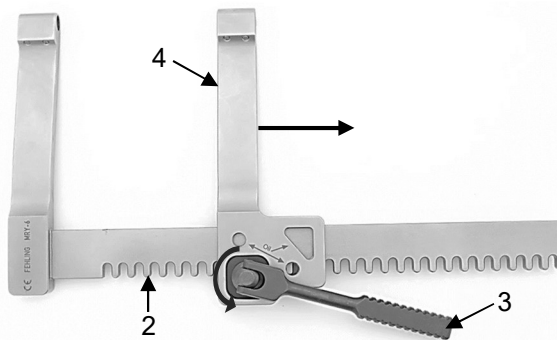

Fig. 18
Tourner le levier d'entraînement (3) dans le sens anti-horaire pour déplacer le bras écarteur mobile (4) sur la crémaillère (2) vers l'extérieur de manière à pouvoir le retirer (Fig. 18).